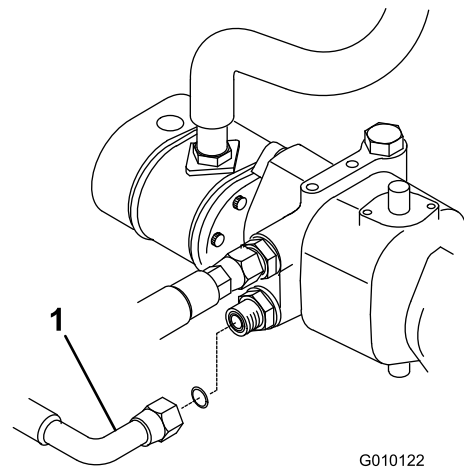
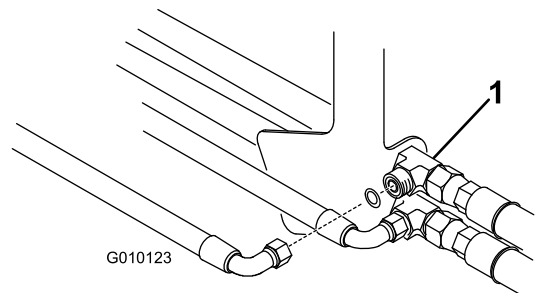

Рисунок 6
Рисунок 7
5. Отсоедините нижний шланг гидростата от гидростата (Рисунок 6) и от верхнего тройника с перемычкой передних гидромотор-колес (Рисунок 7).